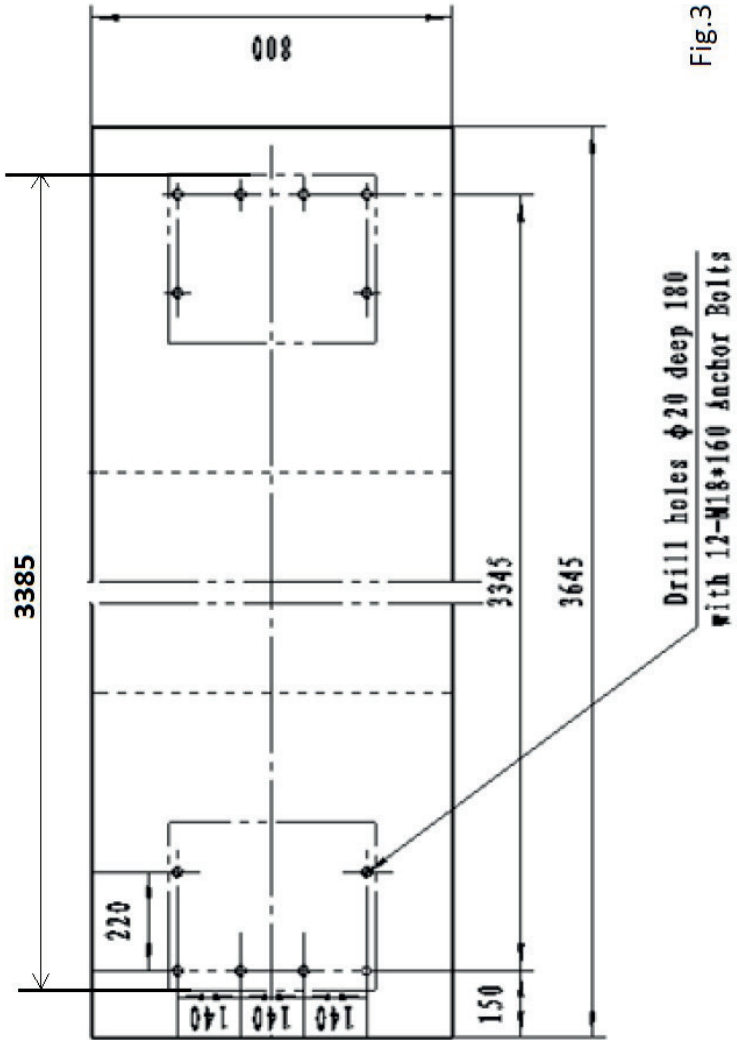

Fig.3
4. Aan beide onderste katrollen zit een rechte zijde, zorg ervoor dat deze naar beneden staat (fig.3), voer vervolgens de staalkabel door.